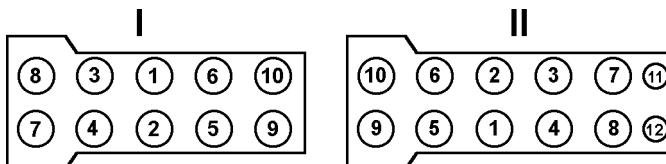

Рис. 9.18. Последовательность затяжки болтов крепления головки блока цилиндров
**Головка блока цилиндров двигателя ЗМЗ-409.** При эксплуатации двигателя производить подтяжку болтов крепления головки блока цилиндров не требуется. При необходимости затяжку производите только на холодном двигателе. Для обеспечения равномерного и плотного прилегания головки блока цилиндров к прокладке затяжку болтов производите в после-довательности, указанной на рис. 9.18 в два приема. Затягивайте болты равномерно, используя динамометрический ключ (см. приложение 2).